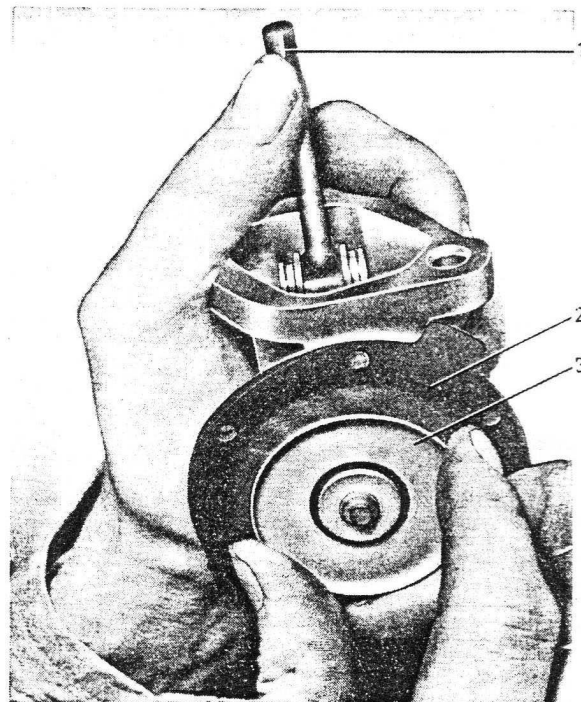

Bild 1-91. Auswechseln der Membran
2. Die untere Hälfte in die linke Hand nehmen, siehe Bild 1-91, und mit dem linken Daumen den Schwinghebel (1) drücken. Die Scheibe (3) mit dem rechten Daumen entspannen, Scheibe um eine Viertelumdrehung drehen und diese samt Membran (2) und Zugstange abnehmen. Membran, Scheibe und Zugstange sind zu einer